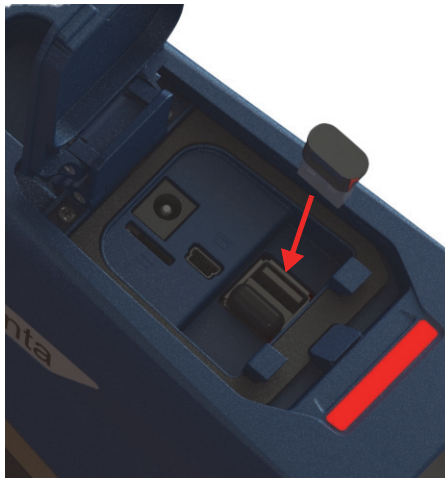

図 3-7 Wi-Fi® アダプタの差し込み
1. アダプタコネクタを Wi-Fi® ポートコネクタに合わせます（67 ページの図 3-7 参照）。